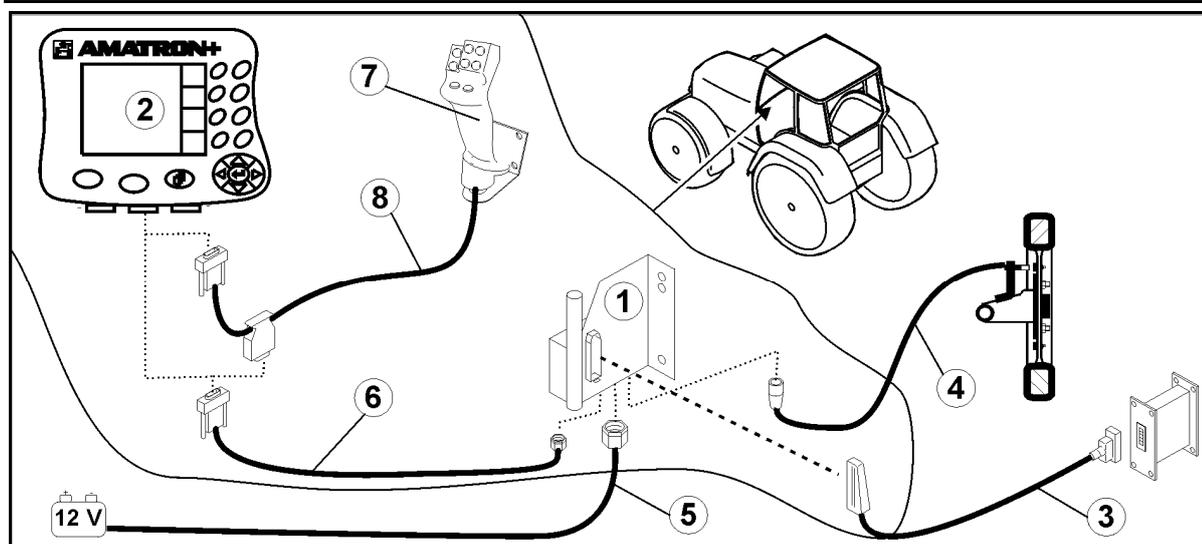
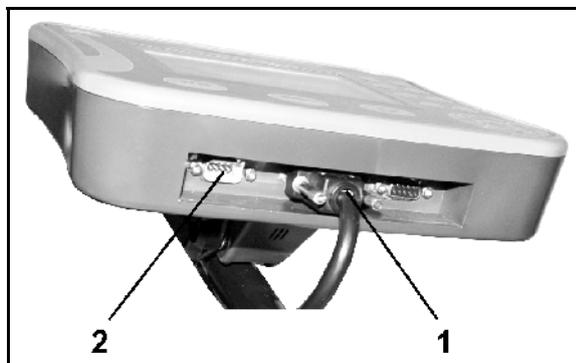

Рис. 1
Рис. 2
- Базовое оснащение трактора (Рис. 1/1, консоль управления с распределительным устройством) должно быть установлено в зоне, доступной для обзора и удобной для работы с органами управления, в свободном от вибраций и защищённом от статической электризации месте кабины с правой стороны от водителя.
- Соединительный кабель для подключения к аккумулятору (Рис. 1/5).
- Сигнальный кабель гнезда сигнала трактора или датчика пробега (Рис. 1/4).
- Соединительный кабель к устройству AMATRON+ (Рис. 1/6).
- Установите терминал AMATRON+ (Рис. 1/2) на базовое оснащение трактора.
- Вставьте штекер соединительного кабеля (Рис. 1/6) в среднее 9-полюсное гнездо Sub-D (Рис. 2/1).
- Соедините агрегат с помощью с помощью штекера агрегата (Рис. 1/3) с терминалом AMATRON+.
- Джойстик (Рис. 1/7) подключается с помощью Y-кабеля (Рис. 1/8).
- Последовательный порт (Рис. 2/2) позволяет подключить КПК.